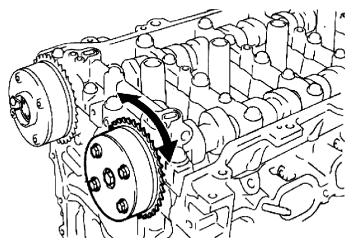

图 1-78 测试正时齿轮的转动
⑥ 在可移动范围(26.5°~28.5°)内旋转凸轮轴正时齿轮总成 2 次或 3 次，但不要将其转到最大延迟位置。确保凸轮轴正时齿轮总成转动顺畅，见图 1-78。
⑦ 从 1 号凸轮轴轴承盖上取下胶带。
① 检查排气凸轮轴正时齿轮的锁止情况。